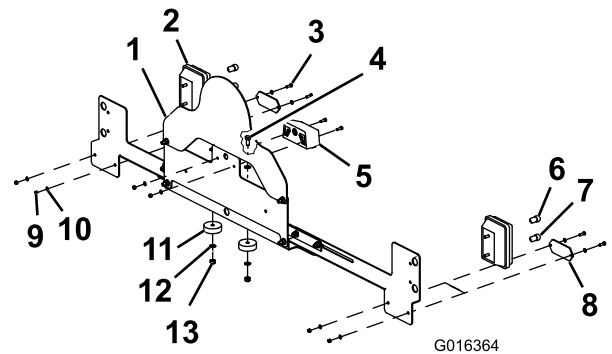

Figura 10
4. Assemblate le 2 lampadine degli indicatori di direzione, le 2 lampadine delle luci laterali, i due indicatori di direzione posteriori, i 2 catadiottri e la luce della targa sulla piastra posteriore con 6 bulloni a testa esagonale (M5), 10 rondelle (M5) e 6 dadi di bloccaggio (M5), come illustrato in Figura 10.
6. Fissate la piastra delle luci alla traversa posteriore con 2 bulloni (M8), 4 rondelle (M8), 2 distanziali di nylon e 2 dadi di bloccaggio (M8) (Figura 10).